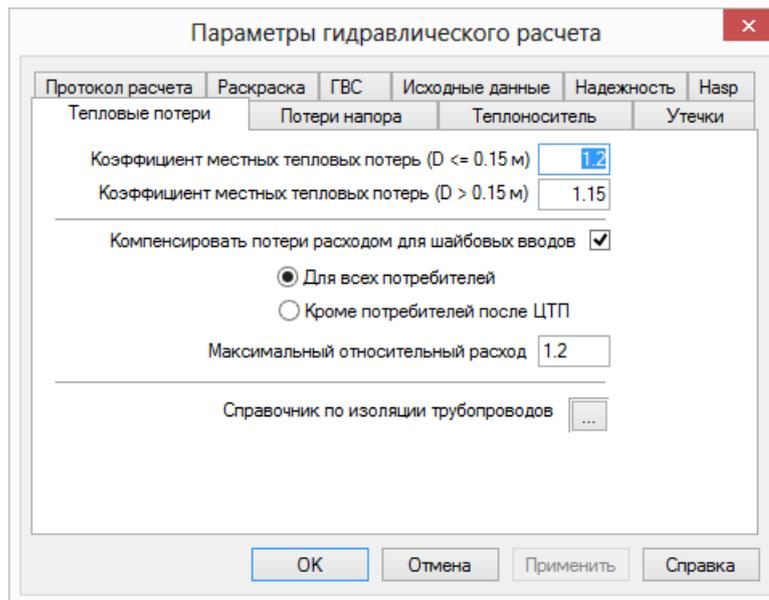

Рисунок 9.2. Окно настроек расчетов
3. Далее нажмите кнопку Настройки, откроется диалог настройки расчетов для выбранного слоя (см. Рисунок 9.2, «Окно настроек расчетов»).